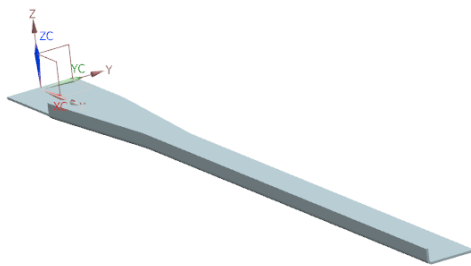

图 10-42 创建高级弯边特征 1
(3) 在“高级弯边”对话框中单击 按钮,创建高级弯边特征 1,如图 10-42 所示。